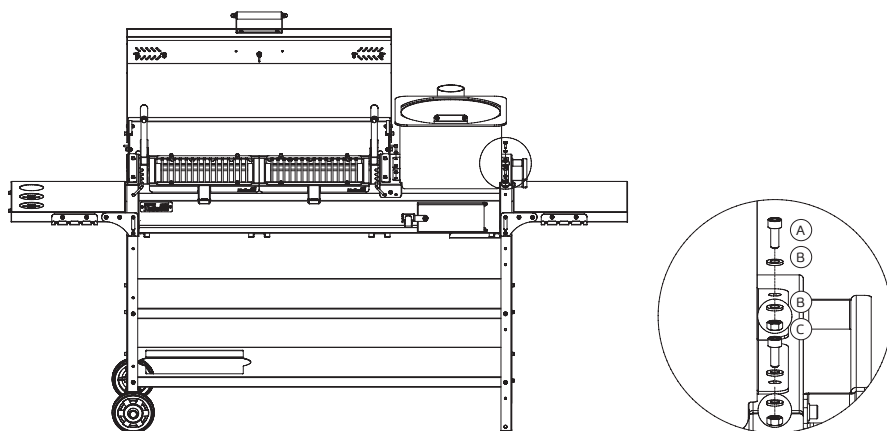

Рис. 44.
- Установить подставку под казан на жаровню и прикрутить с помощью винта (A), шайбы (B), гайки (C), как показано на рис. 44.